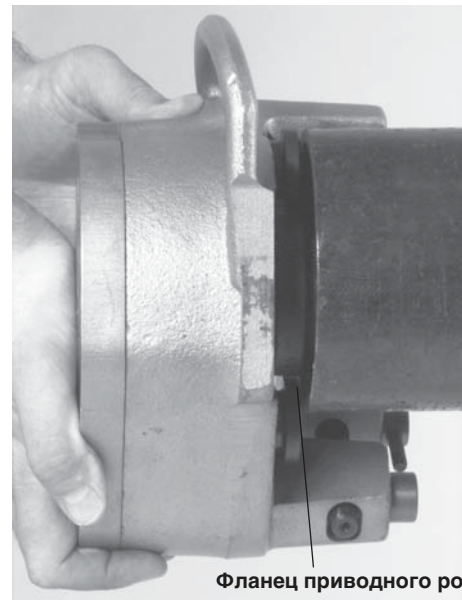

Рисунок 4 – Труба контактирует с фланцем ведущего ролика
3. Вталкивайте устройство в трубу до полного зацепления. Торец трубы должен касаться фланца ведущего ролика (рисунок 4).